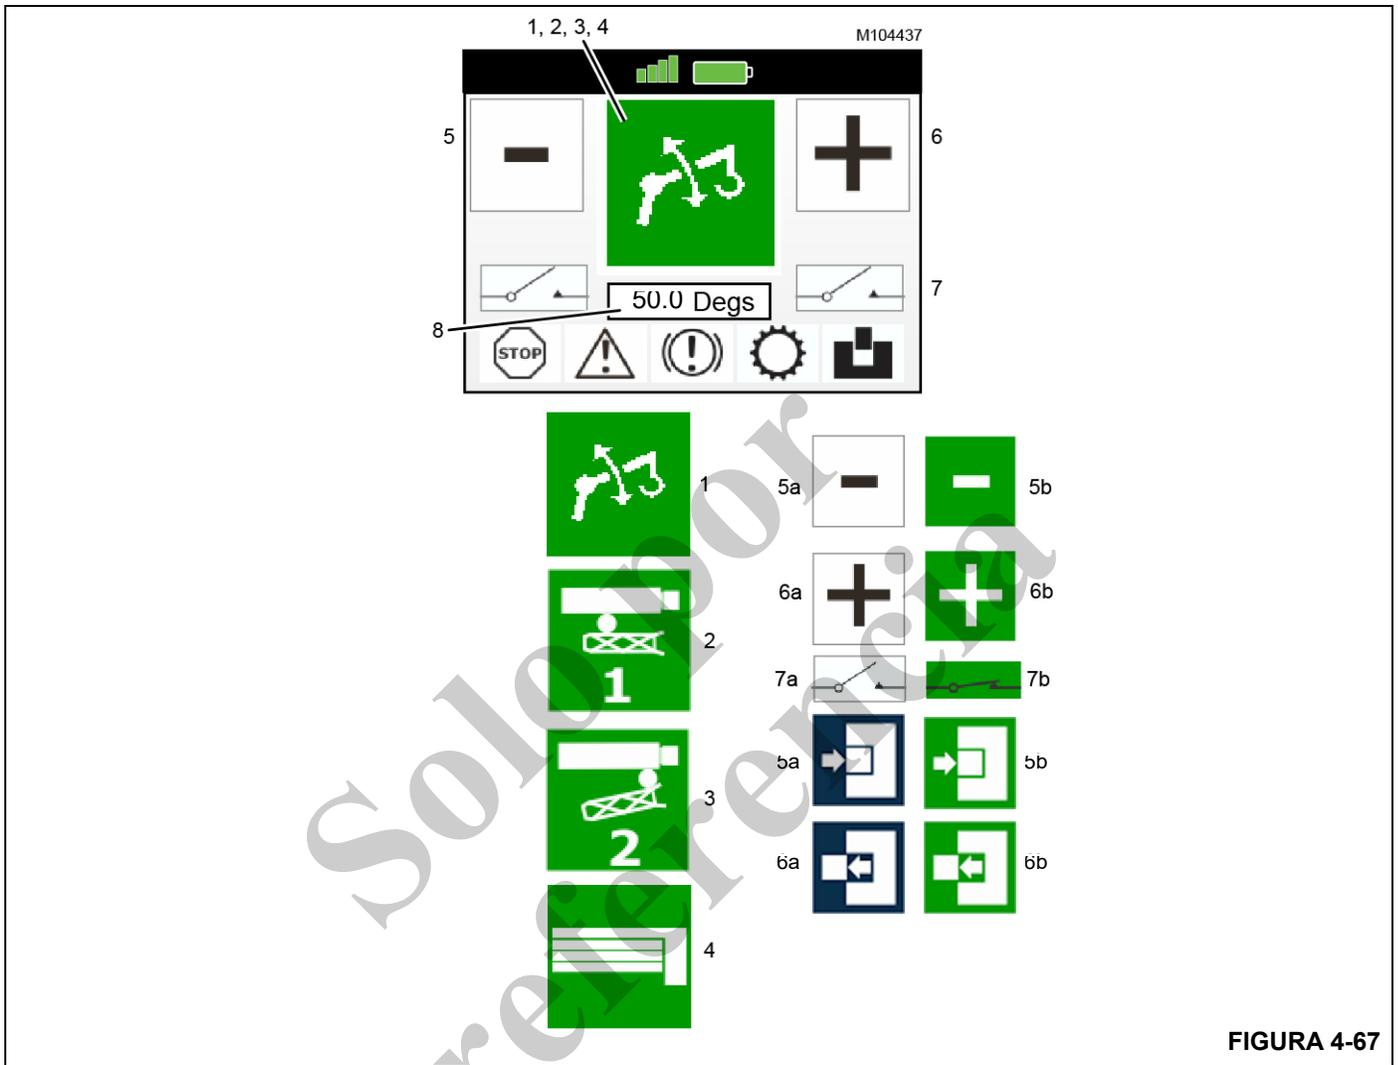

FIGURA 4-67
Vea la Figura 4-67.
1. Pulse el botón de opción **OPT** en la unidad de control remoto tantas veces como sea necesario para acceder a la pantalla del accionador de almacenamiento de la extensión de pluma trasera (2). Consulte Figura 4-67.
- Repita los pasos anteriores en la vista del accionador de almacenamiento de la extensión de pluma delantera (3).